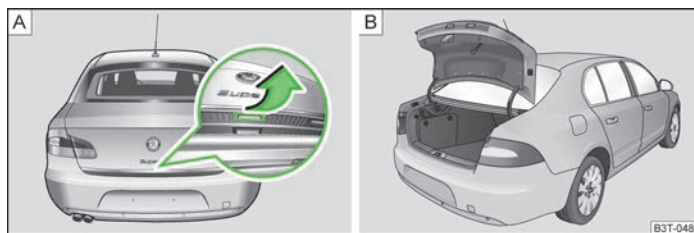

Fig. 17 Empuñadura de la tapa del maletero/tapa del maletero pequeña abierta
Después de desbloquear el vehículo se puede abrir la tapa pequeña del maletero » fig. 17.
- Presionar la empuñadura en la parte inferior de la tapa de maletero » fig. 17 - [A], la tapa de maletero se abrirá automáticamente » fig. 17 - [B].